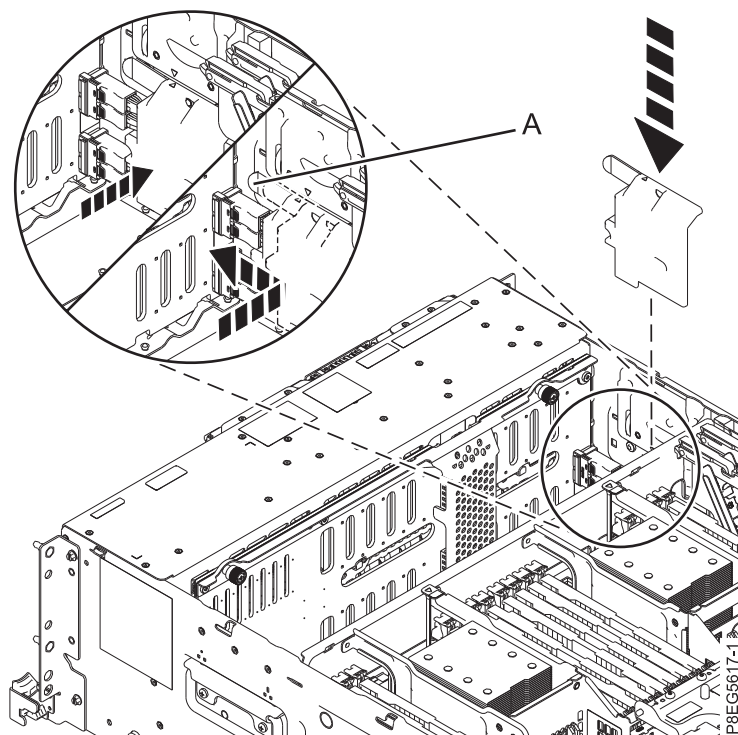

Abbildung 21. Austauschen der SAS-Kabelabdeckung
angeordnet sind, ist das Dreieck auf der SAS-Kabelabdeckung auf das Dreieck auf der Seite des Chassis ausgerichtet. Drücken Sie die Abdeckung zur Vorderseite des Systems, bis der Griff (A) einrastet. Siehe Abb. 21.